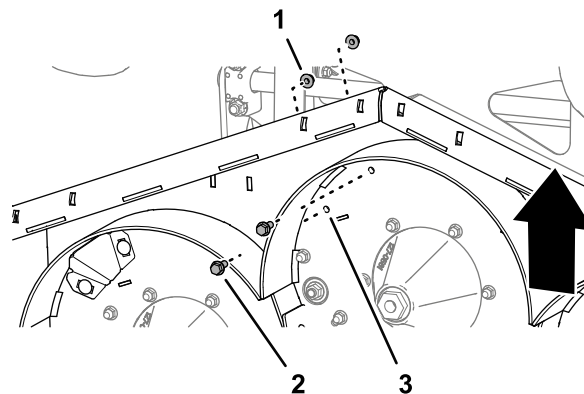

Figure 38
3. Insérez 2 vis à embase ($\frac{3}{8}$ " x 1") dans les trous de 10 mm du plateau de coupe (Figure 38) et fixez les vis avec 2 contre-écrous à embase ($\frac{3}{8}$ ") que vous avez retirés à l'opération 2.